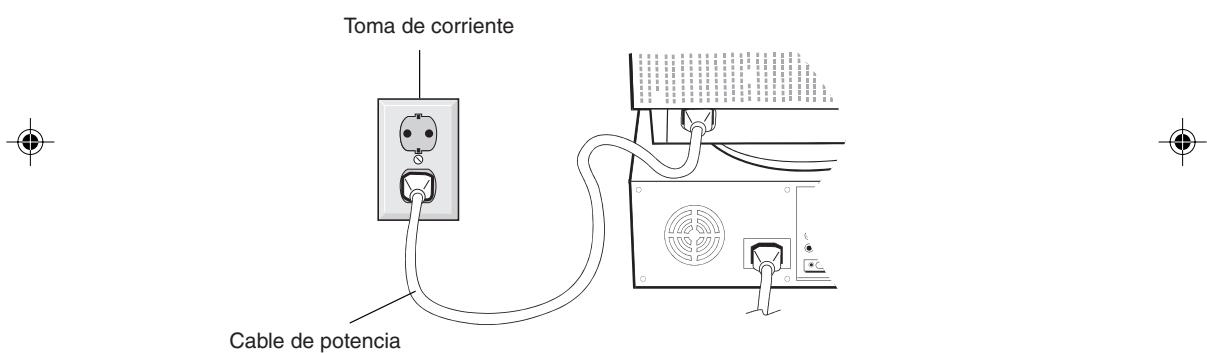

Figura C.1
4. Conecte un extremo del cable de potencia al monitor y el otro extremo a la toma de corriente (**Figura C.1**).